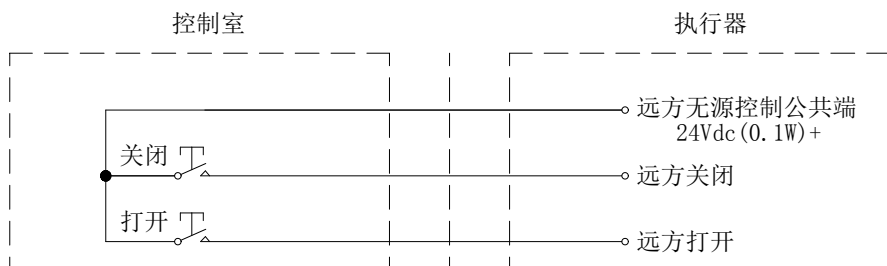
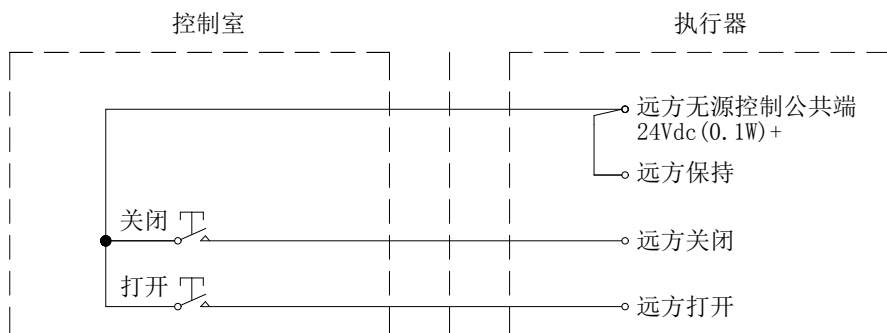
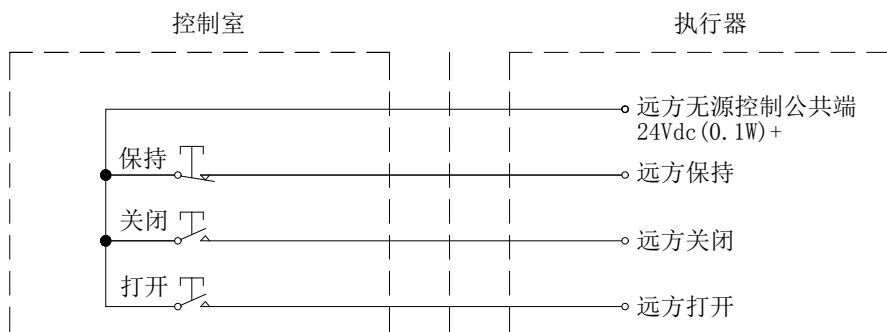

图1 点动式打开、关闭控制，执行器可以停在中途任意位置
图2 保持式打开、关闭控制，行程可逆，但不可以停在中途位置
图3 保持式打开、关闭、停止控制
9.1.1 使用执行器内部提供 24VDC 的低压控制，连线见图 1、图 2 和图 3。